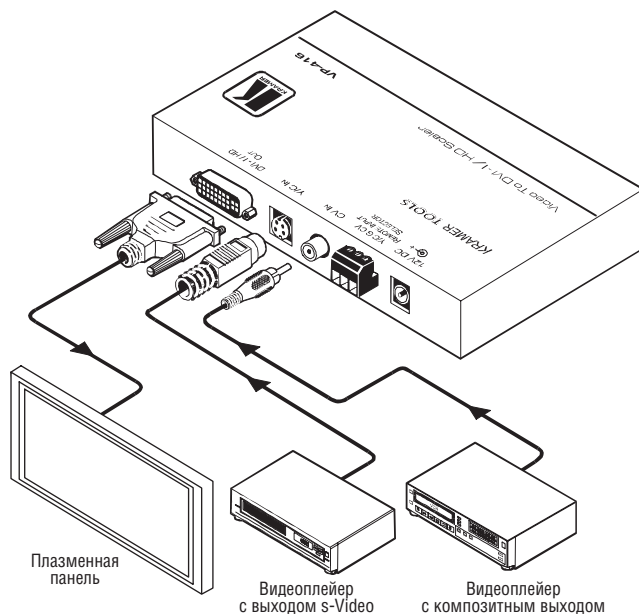

Рис. 8. Подключение источников и приемника сигнала к масштабатору VP-416
Для подключения к **VP-416** источников и приемника сигнала (рис. 8):
5. Подключите выход источника питания к разъему питания *12V DC*, а источник питания вставьте в розетку электросети (не показана на рис. 8).